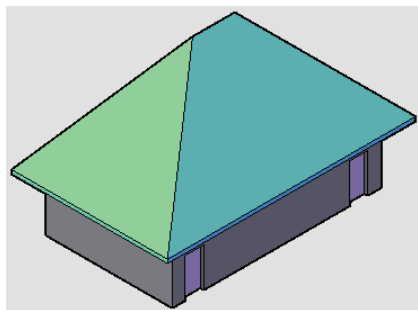

图 7-96 三维效果
5) 将当前视图转换为“西南等轴测视图”，显示样式设置为“概念”，查看矩形屋顶的三维效果，如图 7-96 所示。